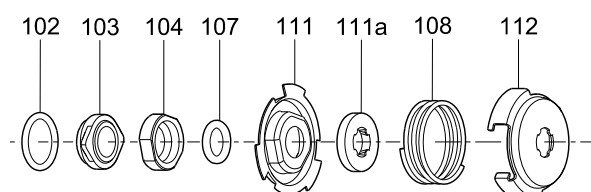

Fig. 9 Despiece del cierre
2. Quitar la brida clamp (pos 6a) y el cuerpo (pos. 16).
3. Quitar la cámara (pos. 4e).
4. Sujetar la abrazadera (pos. 64c) y quitar la tuerca (pos. 67).
5. Quitar la arandela de presión (pos. 66) y la abrazadera (pos. 64c).
6. Quitar el impulsor (pos. 49).
7. Quitar el anillo de cojinete (pos. 47a) y el espaciador (pos. 64a).
8. Quitar la cámara para el cojinete (pos 4a), el impulsor (pos. 49) y el espaciador (pos. 64).
9. Continuar el desmontaje hasta el cierre mecánico (pos. 105).
10. Quitar el cierre (pos. 105). Ver fig. 9.